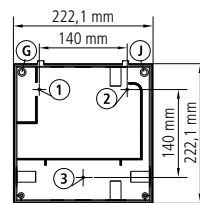
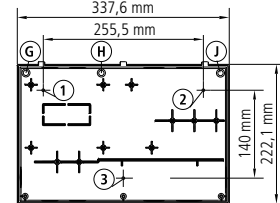

FIG.3a
FIG.3b
- 钻3个孔以将外壳锚定在指定的1、2、3中心（图3a或3b）。
- 完成钻孔G, H, 4毫米的位J（图3a, 图3b）。
- 结合外壳前部，通过孔D、F、GH、J穿过面板并紧固45毫米螺丝（图3a或图3b）。